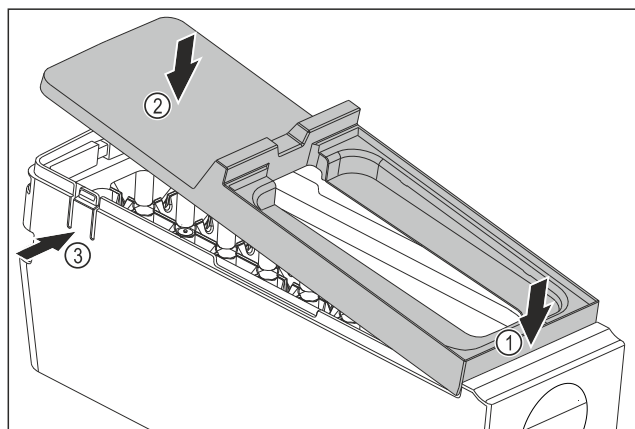

Fig. 133
- ▶ Montați apărătoarea corpului EasyTwist-Ice: Așezați în față apărătoarea. Fig. 133 (1)
- ▶ Coborâți în spate apărătoarea. Fig. 133 (2)
- ▷ Apărătoarea se fixează în poziție cu zgomot specific în cele două eclise Fig. 133 (3).